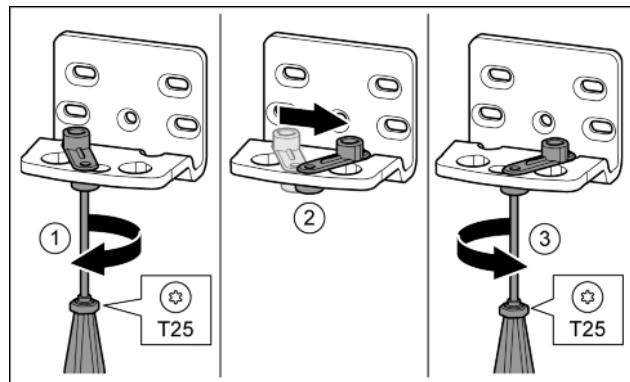

Fig. 17
- Отпустить винт отверткой T25. Fig. 17 (1)
- Приподнять фиксатор двери и, повернув на 90° вправо, вставить в отверстие. Fig. 17 (2)
- Затянуть винт отверткой T25. Fig. 17 (3)